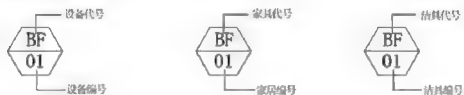

图1-22
(4) 设备索引符号:用来表示各类设备(设备、设施、家具和洁具等)的品种及对应的编号。设备索引符号如图1-22所示。